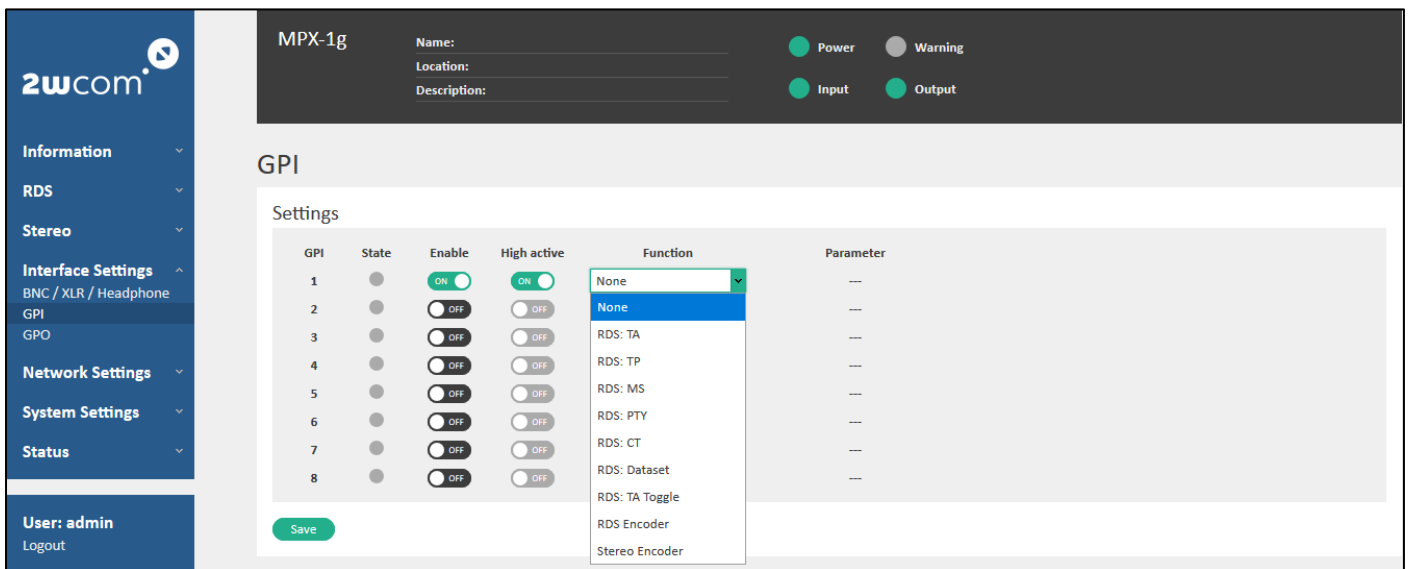

Abbildung 36: Konfiguration der Eingänge für die GPI-Fernsteuerung
1. Aktivieren Sie einen GPI, indem Sie den entsprechenden virtuellen Switch „Enabled“ auf „ON“ schalten (s. Abbildung 36).